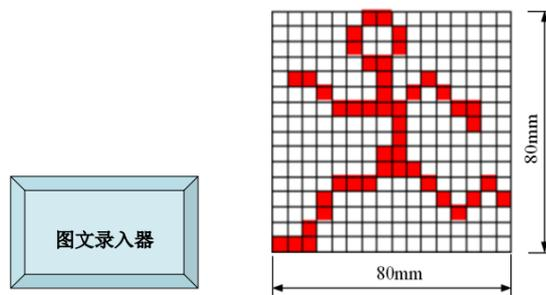

图 2. 图文点阵图案卡
5. 设计制作具有显示与回放功能的图文录入器，5 分钟内录入 3 张如图 2 所示格式的图文卡信息，录入方式不限制，按录入顺序回放显示；